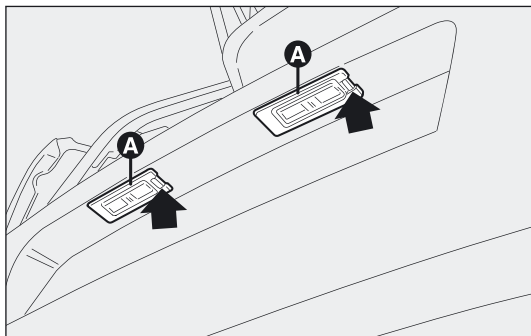

fig. 178
- ☐ verwijder het lampenglas A-fig. 178 op het door de pijl aangegeven punt;